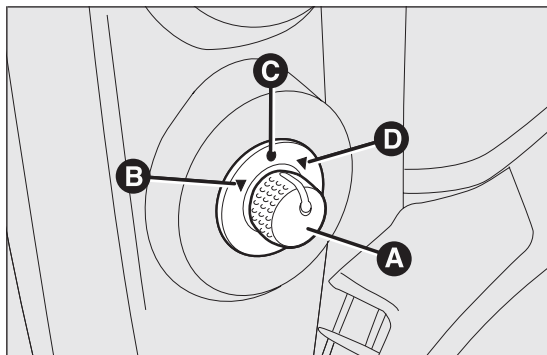

fig. 29
- ☐ selezionare mediante il deviatore A fig. 29 lo specchio desiderato (destro o sinistro);